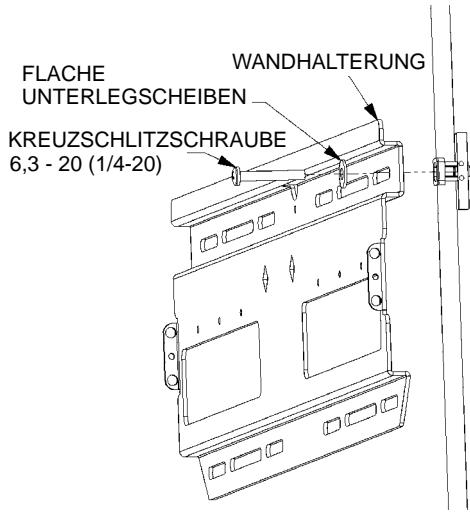

Abbildung 8.
7. Mit 1/4-20-Zoll-Kreuzschlitzschrauben (6,3 - 20) (110) und flachen Unterlegscheiben (50) die Befestigung an der Wand sichern (siehe Abbildung 8).